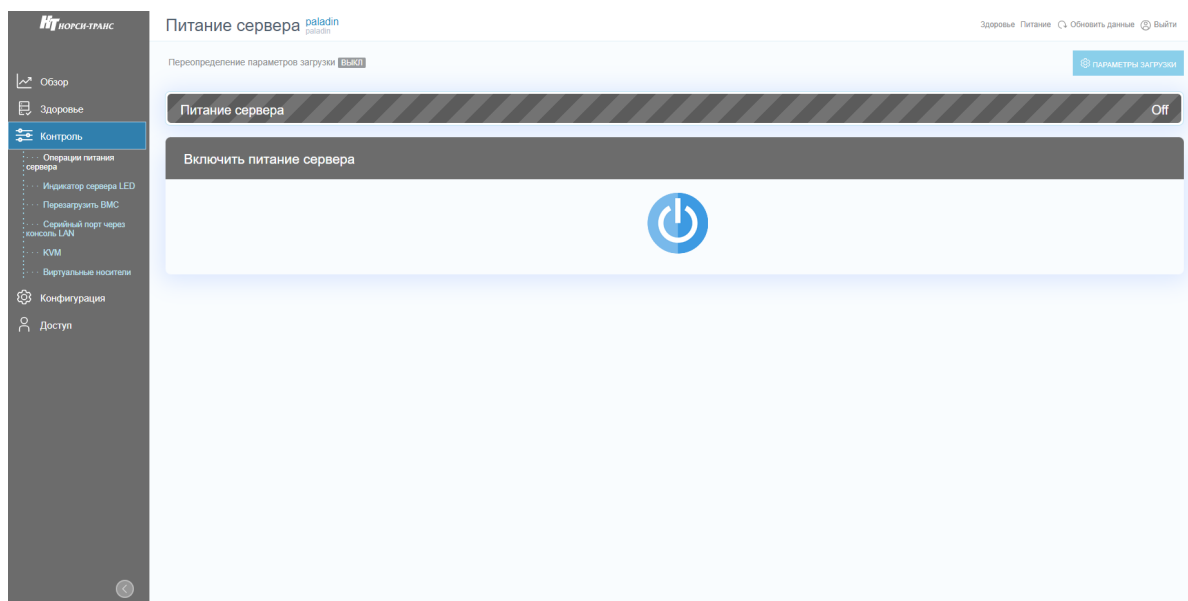

Рис. 68. Окно «Операции питания сервера»
- 2) Пройдите во вкладку «Контроль» → «Операции питания сервера» в данной вкладке осуществляется управление сервером. В поле «Питание сервера» показано состояние сервера «On» или «Off». В поле «Включить питание сервера» при нажатии на кнопку осуществляется включение и выключение сервера. Окно показано на рис. 68 Окно «Операции питания сервера».